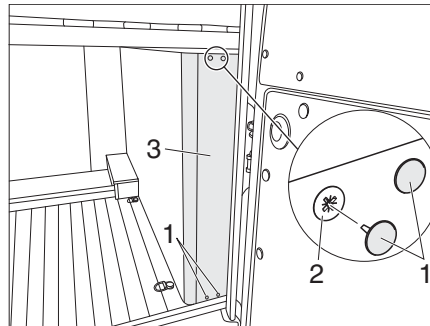

Bild 125 Blende im Fahrzeugheck
Um an die hinteren rechten Fahrzeugleuchten zu gelangen, muss vorher die Blende (Bild 125,3) gelöst werden.
- Vier Schraubenabdeckungen (Bild 125,1) abziehen.
- Vier Kreuzschlitzschrauben (Bild 125,2) herausdrehen.
- Blende (Bild 125,3) abnehmen. Die Fahrzeugleuchten sind jetzt zugänglich.